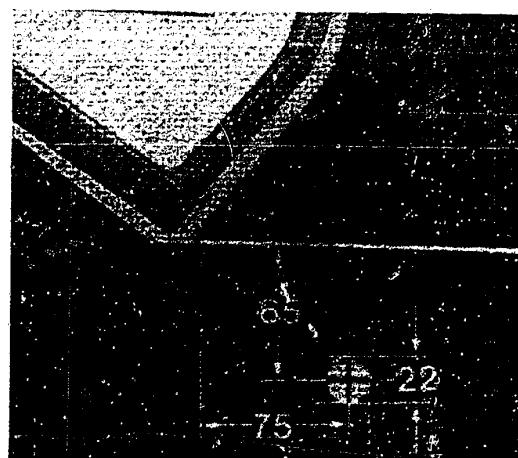

Bild 55 Einbaumassee (mm) der Antenne am Kotflügel hinten links.
a) Die **Antenne** wird mit einer Gummütülle in den Kotflügel hinten links eingeschraubt. Die Verbindung zur Karosserie stellt ein Massekabel her. Die Masse für das Antennenloch sind aus Bild 55 ersichtlich. Das Antennenkabel und eine Zusatzleitung für die automatische Antenne sind ab Werk nicht eingezogen.